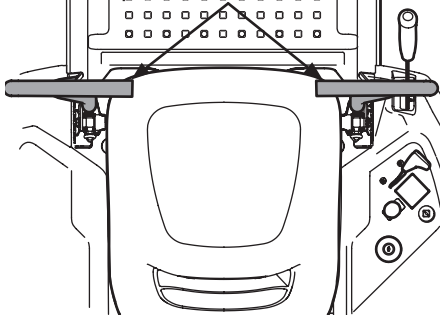

Figure 20
1. L'opérateur doit être assis sur le siège du tracteur avec les leviers de contrôle de la barre abdominale complètement sortie et en position de stationnement (Figure 20). Reportez-vous à la rubrique Consignes de sécurité pour obtenir de plus amples directives.